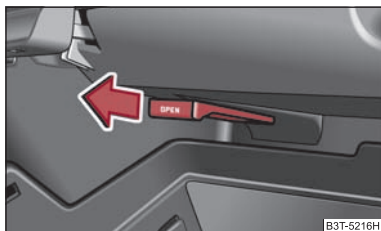

Fig. 106 Sertar: Răcirea
- Admisia aerului se deschide trăgând maneta în sensul indicat de săgeată ⇒ fig. 106.